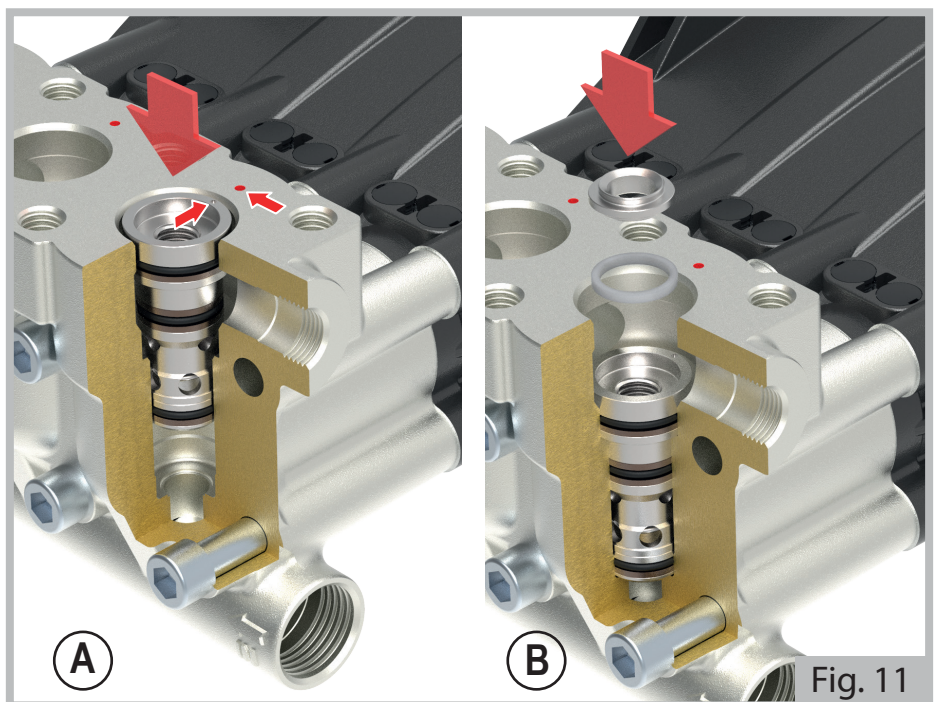

Fig. 11
c) Insertion des clapets de refoulement (opération **C** figure 11).